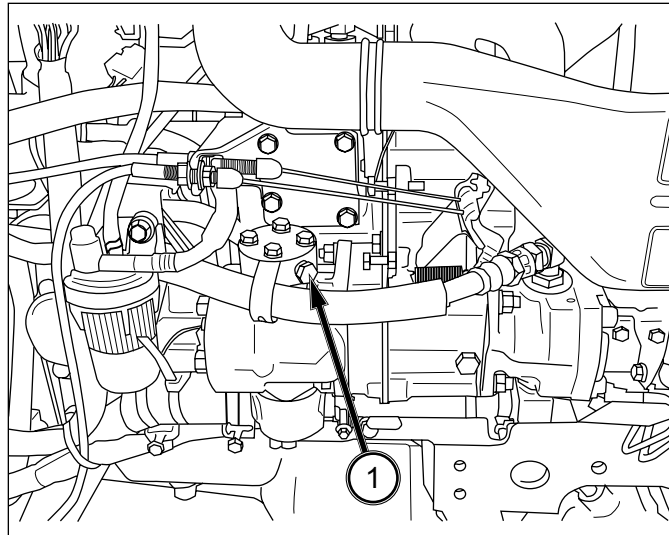

FIG. 6-19
FIG. 6-19: Pour purger l'air du système hydraulique, dévissez le bouchon (1) d'un tour ou d'un tour et demi. N'enlevez jamais le bouchon car l'huile serait éjectée par le trou du bouchon pendant la purge d'air. Démarrez le moteur et faites-le tourner plein gaz. Quand l'huile sort par le bouchon, la purge d'air est terminée. Arrêtez le moteur et resserrez le bouchon.